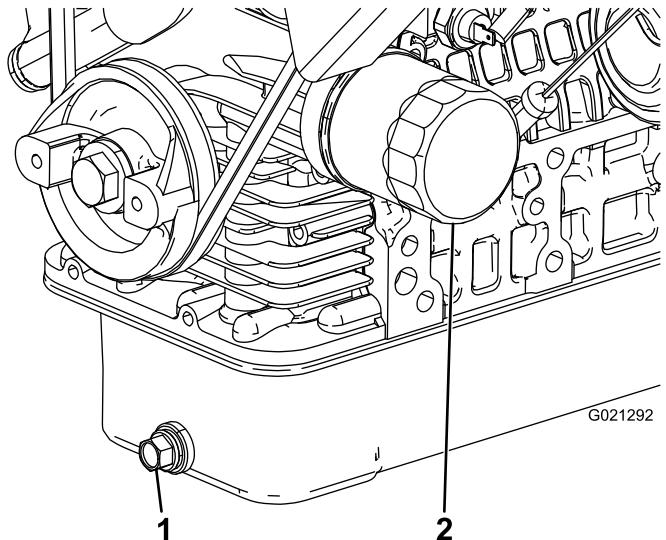

Figure 46
- Enlevez le bouchon de vidange et laissez couler l'huile dans un bac de vidange (Figure 46).
- Déposez le filtre à huile (Figure 46).